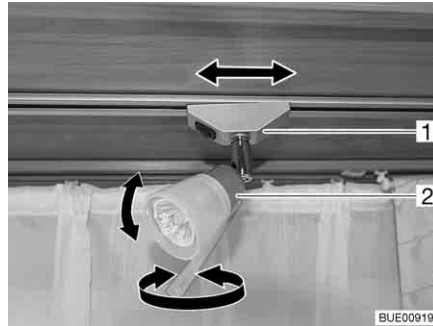

Bild 59 Spotleuchte
- Gehäuse (Bild 59,2) fassen und drehen.
- Halterung (Bild 59,1) fassen und um ca. 45° drehen.
- Halterung (Bild 59,1) fassen und um 90° drehen.